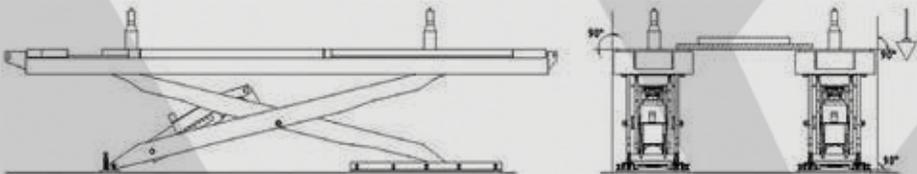

Abbildung 33
- Verwenden Sie eine Wasser- oder Schlauchwaage zur Prüfung der beiden Fahrschienen, *Abbildung 33*